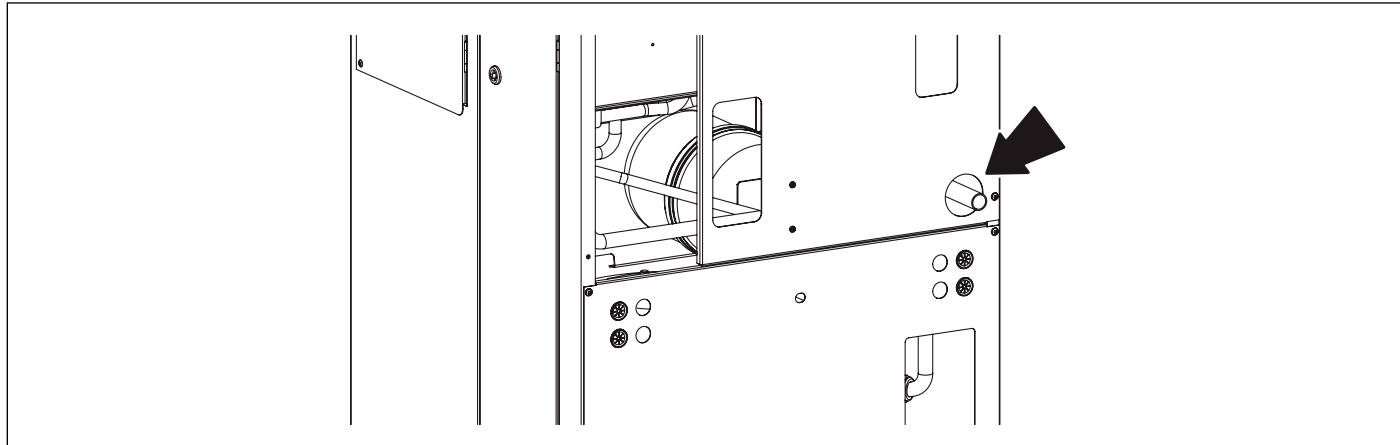

Fig. 23 Evacuare condens
Pentru a conecta racordul de gaz al centralei termice la țevile de alimentare, este OBLIGATORIU să interpuneți o garnitură de etanșare (A) de mărime și din material adecvat (vezi Fig. 23 Evacuare condens).